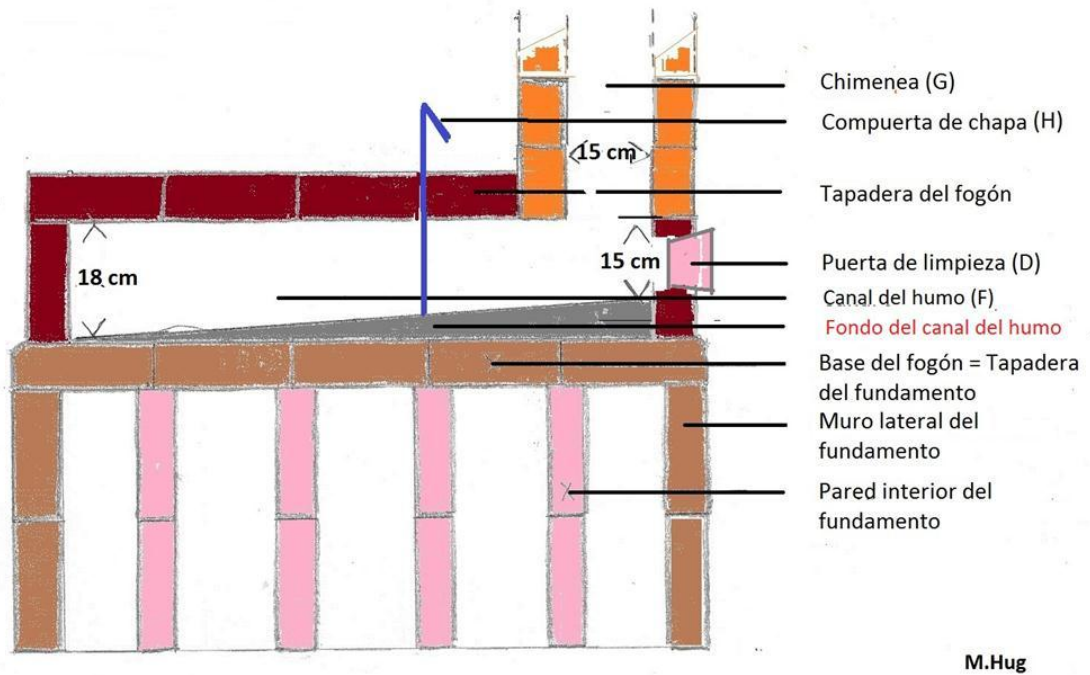

Fig. 107 : **Corte CC** con canal del humo y base de la chimenea / *longitudinal*
Comenzamos tapando el canal del humo (F) situado en la parte trasera, con ladrillos puestos en posición plana y empezando por el lado de la base de la chimenea (Fig.103, 109). Con esto es indispensable el control continuo de la altura del canal de 18 hasta 15 cm (Fig.107, Corte CC). También se ha de alisar bien el mortero en el interior.